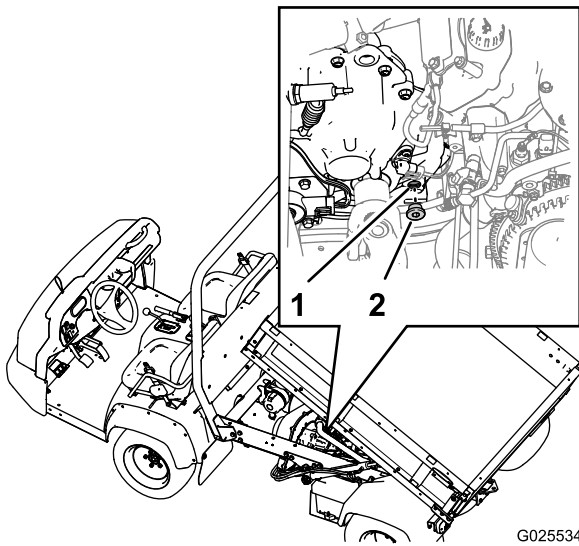

Figura 67
1. Localice el tapón de llenado en la parte más baja en la parte interior de la parte trasera de la transmisión (Figura 67).
3. Gire el tapón en sentido antihorario y retire el tapón del orificio de llenado de la transmisión (Figura 67).
4. Si el nivel del fluido hidráulico de la transmisión es bajo, añada fluido para transmisiones del tipo especificado a la transmisión por el orificio de llenado hasta que el nivel de fluido esté enrasado con el borde inferior de la rosca del orificio (Figura 67).
6. Instale el tapón de llenado en la transmisión, y apriételo a mano (Figura 67).